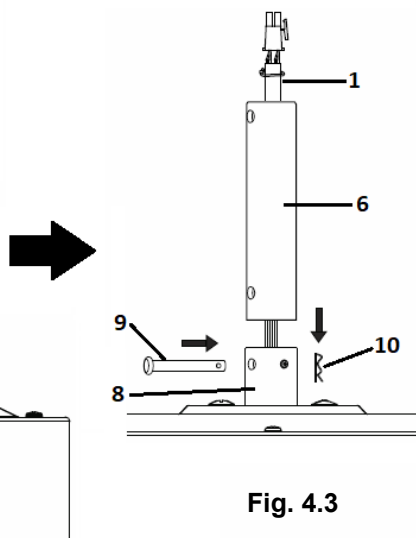

Fig. 4.3
3. Inserire con attenzione i cavi del ventilatore (1) attraverso l'asta (6) (Fig. 4.3).
4. Unire l'asta (6) e il raccordo dell'asta (8): allineare i fori del raccordo con i fori dell'asta, quindi inserire il perno di bloccaggio (9) e fissarlo con la coppia (10) (Fig. 4.3).